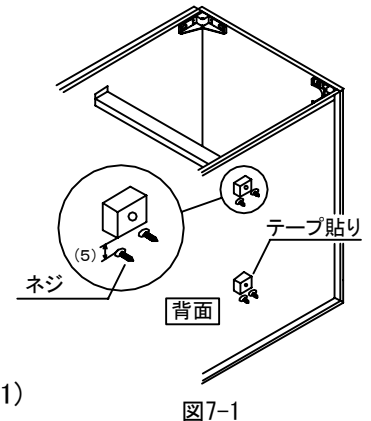

図7-1
- ①ベースキャビネット背面側の所定の位置にスペーサーを貼り付けてください。(図7-1)
- ②ベースキャビネットを所定の位置に設置してください。